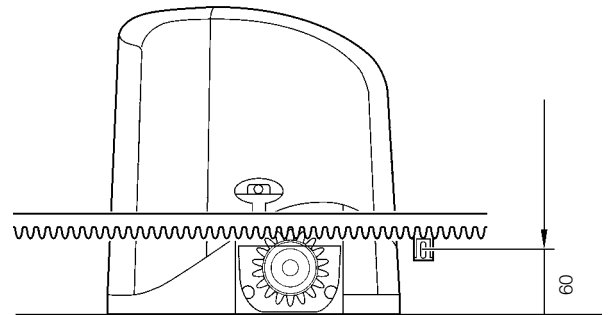

Abbildung 10
- Prüfen, dass die Oberfläche für die Befestigung der Zahnstange geeignet ist. Siehe Abbildung 10 für die Zahnstange CR100.